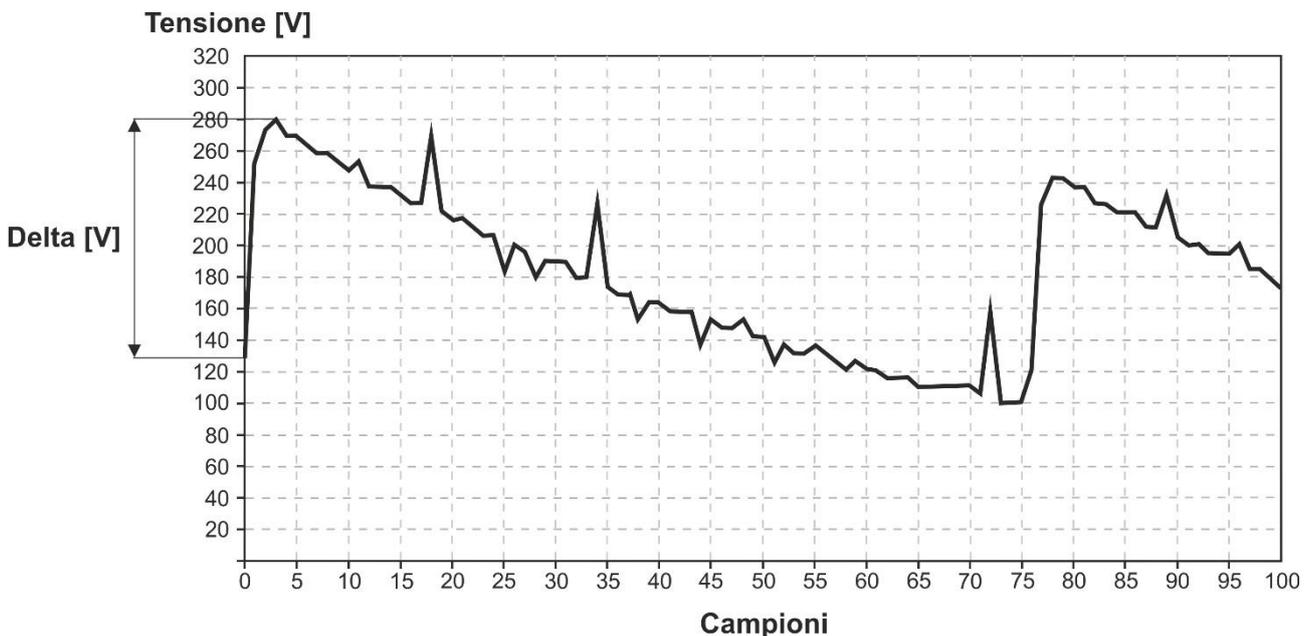

Fig. 92: Analisi transitorio di tensione rapido
2. Strumento misura sempre **1000 campioni di 1 $\mu$ s** del segnale che poi sotto-campiona in funzione della finestra di osservazione impostata e ne salva **solo 100** (vedere Fig. 92) al fine di risparmiare memoria interna (ad esempio se Finestra = 100 $\mu$ s  $\rightarrow$  spike rilevato e 100 valori disponibili con risoluzione 1 $\mu$ s ; se Finestra = 200 $\mu$ s  $\rightarrow$  spike rilevato e 100 valori disponibili con risoluzione 2 $\mu$ s e così via)
3. Strumento salva un **Delta [V]** pari alla **differenza tra il valore istantaneo di tensione pre-spike e il valore di picco dello spike** (vedere Fig. 92)